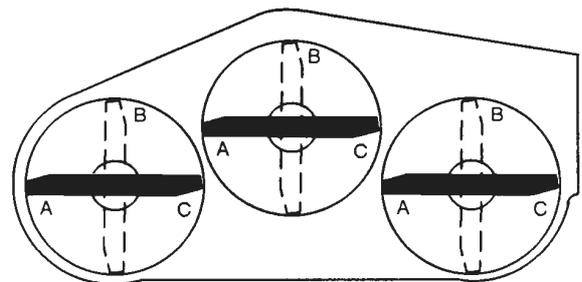

Bild 21
6. Den bei "A" gemessenen Abstand vermerken, die Messerbalken in die "B"-Stellung bringen (Bild 21), den Abstand zwischen allen Messerbalkenspitzen zur ebenen Fläche messen und dieses Maß vermerken (Bild 22).
7. Die Messerbalken in die "C"-Stellung drehen, das Maß wie oben nehmen und den gemessenen Abstand für jeden Messerbalken vermerken (Bild 21, 22).